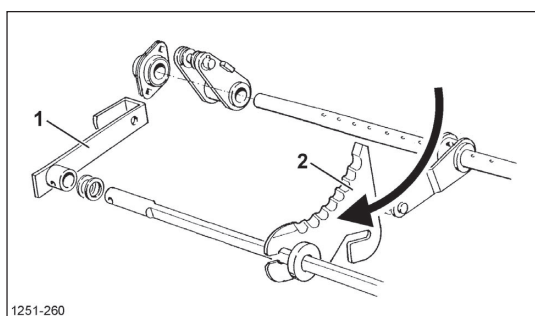

Рисунок 112
- ❑ Тяните каждый нож [2] при помощи щипцов сначала вниз, затем натягивайте вперед на ось ножей (Рисунок 112).